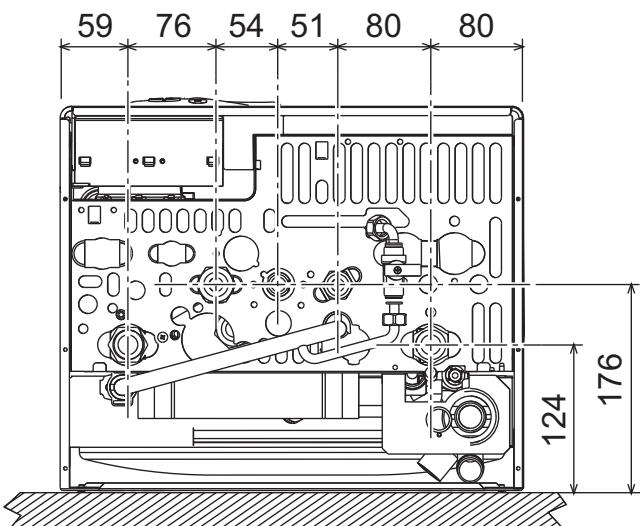
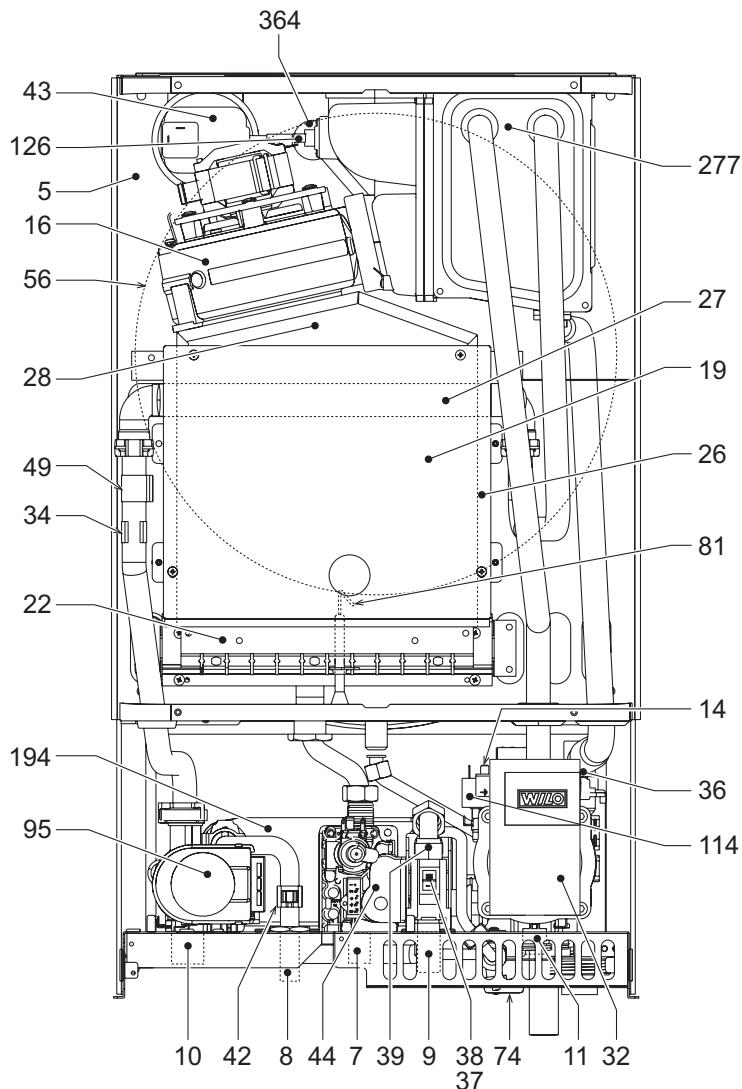
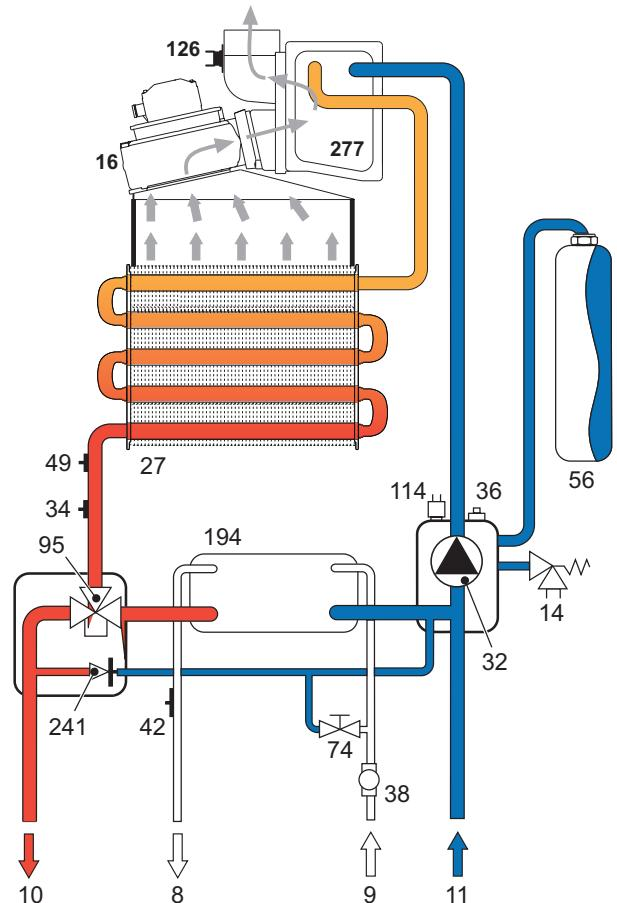

fig. 19 - Vista dal basso
fig. 21 - Vista generale
fig. 22 - Circuito riscaldamento
**Tabella. 9 - Legenda fig. 19, fig. 21, fig. 22 e fig. 23**